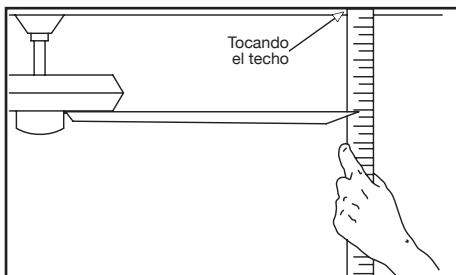

Figura 14
2. La mayoría de los problemas de oscilación del ventilador se deben a que las aspas no están al mismo nivel. Verifica este nivel seleccionando un punto en el techo sobre la punta de una de las aspas. Mide desde un punto en el centro de cada aspa al punto en el techo. Mide esta distancia como muestra la Figura 14. Gira el ventilador hasta que la siguiente aspa quede en posición para medir. Repite el procedimiento para cada aspa. Las desviaciones de la medición no deben pasar de 1/8" (3.2 mm). Enciende el ventilador por 10 minutos.